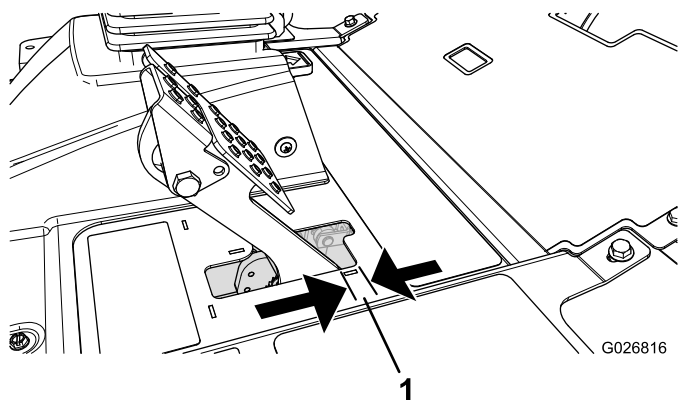

Figure 72
Réglez les freins si la garde à la pédale de frein est supérieure à 2,5 cm (Figure 72) ou si la force de maintien offerte est insuffisante. La garde est la distance parcourue par la pédale de frein avant que le freinage soit ressenti.
2. Serrez l'écrou arrière afin de pouvoir déplacer le câble en arrière jusqu'à obtention d'une garde de 6,3 à 12,7 mm (Figure 72), avant le blocage des roues.